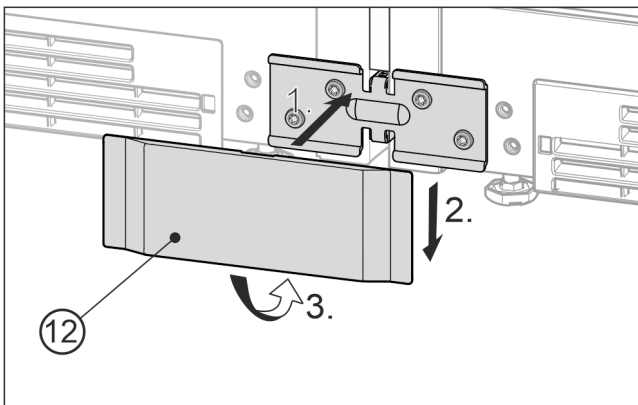

Fig. 24 Voorbeeld
- De onderste afdekking Fig. 24 (12) van voren op het hoekstuk plaatsen Fig. 24 (1), omlaag schuiven Fig. 24 (2) en van onder borgen Fig. 24 (3).